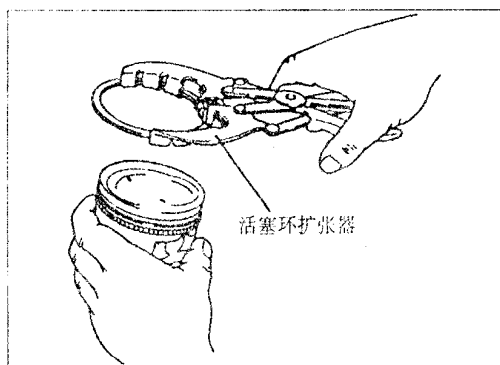

图 3-49
(3) 第 2 道活塞环、第 1 道活塞环的安装如图 3-49，用活塞环扩张器，安装第 2 道活塞环和第 1 道活塞环，它们的识别记号应向上（在活塞顶侧）。